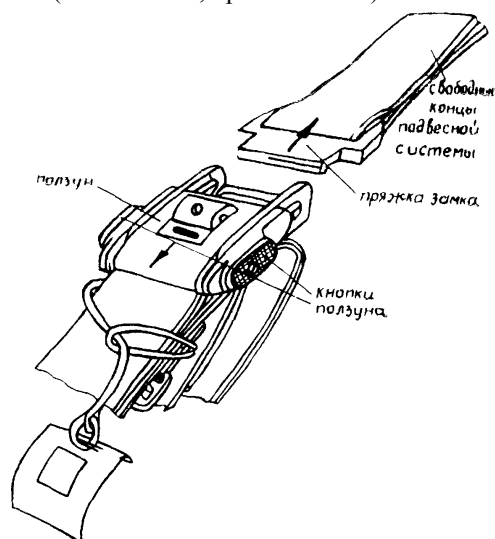

Рис. 3 Соединение пряжек.
- переместить ползун в крайнее верхнее положение (Рис. 3), освободить кнопки ползуна,